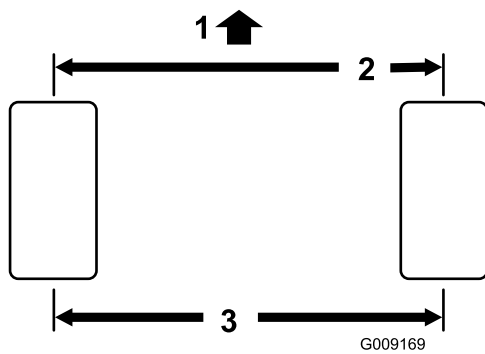

Figure 56
2. Mesurez l'entraxe (à hauteur d'essieu) à l'avant et à l'arrière des roues directrices (Figure 56).